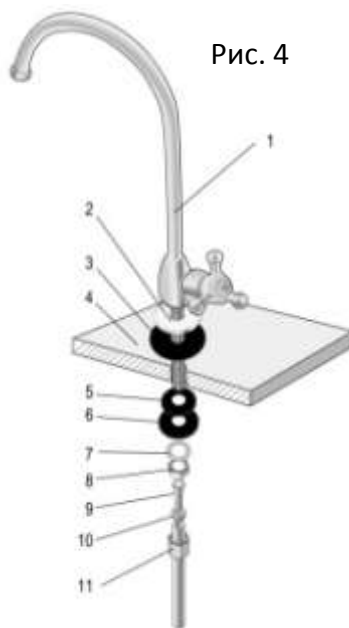

Рис. 4
4.2 Вставьте кран и произведите сборку по рис. 4 в следующей последовательности:
4.3 Произведите установку крана согласно рис. 4.